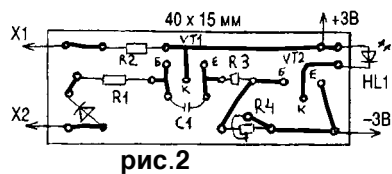
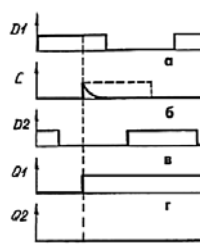

рис.2
рис.7
Каркасом люстры служат два отрезка стальной проволоки диаметром 2,5...3 мм, спаянные в центре. Затем от краев каркаса из тонкой проволоки создается сетка с квадратными ячейками. В перекрестки сетки подпаивают канцелярские иголки. Размер ячейки 35...40 мм. Люстру подвешивают с помощью четырех лесок (рис.2). Высоковольтный кабель подсоединяют к любой точке люстры. Умножитель включен "наоборот": к контакту "+" подсоединяют переменное напряжение, с контакта "-" снимают постоянное (40 В).
Монтаж схемы выполняется на плате из фольгированного стеклотекстолита (рис.2), а саму плату и батарейки размещают в цилиндрическом корпусе длиной 160 мм и диаметром 20 мм. Корпус можно склеить из жесткого картона, который потом
разностью фаз 120°. Цепь C1R7 формирует кратковременный импульс по фронту сигнала фазы X2 (**рис.7,б**). Эти импульсы поступают на входы С триггеров DD2. Формы сигналов на входах триггеров показаны на **рис.7,а, в**, а на выходах триггеров
- на **рис.7,г, д**. Если фазы на X1, X2, X3 подключены правильно (X1-А, X2-В, X3-С), то расположение сигналов на входах и выходах триггеров соответствует рис.2. Если порядок фаз изменен, то лог."1" появится на выходе Q2. Сигналы с выходов триггеров поступают на усилители на транзисторах VT1, VT2, в цепи коллекторов которых включены светодиоды VD4, VD6. Если светится светодиод VD4, то последовательность фаз правильная, если светится VD6, то неправильная. Светодиод VD5